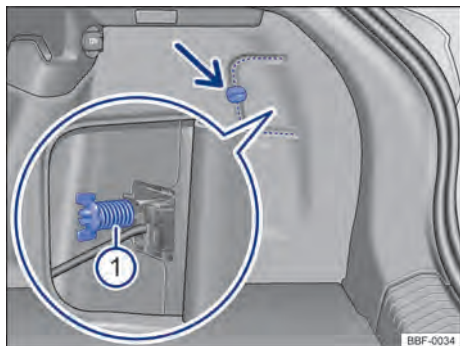

Fig. 189 No compartimento de bagagem: desinstalar cobertura e retirar o parafuso borboleta  (lupa).
-  Para abrir a cobertura da lanterna, girar a trava → Fig. 189 (seta).
-  Segurar a lanterna traseira na posição de montagem com uma das mãos e aparafusar com a outra o parafuso borboleta → Fig. 189 .